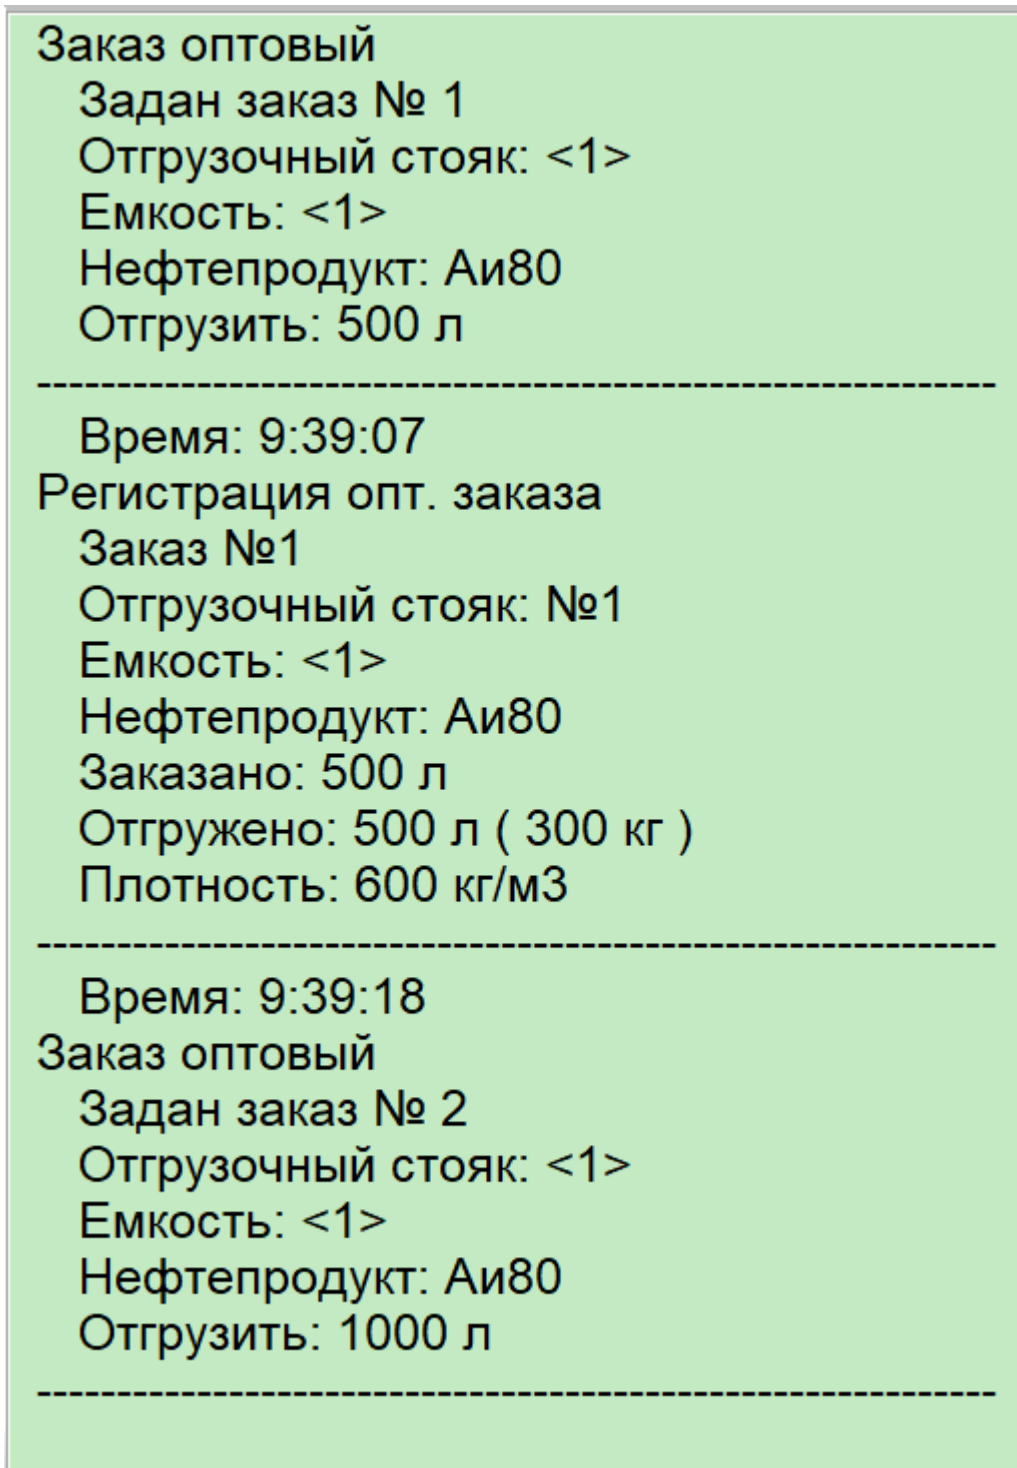

Рисунок 15. Окно протокола.
- **Окно протокола** – содержит служебную информацию о событиях, произошедших с начала смены или с момента очистки окна (рисунок 15). Очистка окна протокола может производиться с помощью нажатия комбинации клавиш <Ctrl+C>;